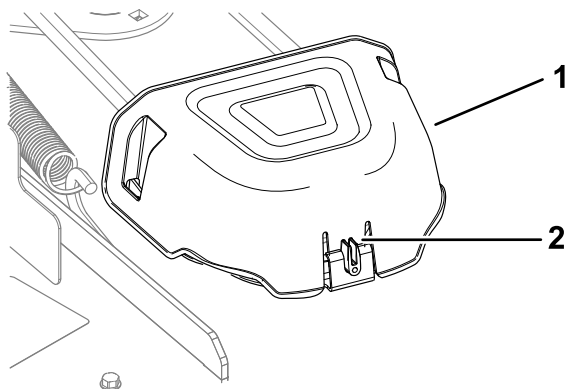

Figura 49
4. Presione la pestaña de la cubierta para retirar las cubiertas de las poleas (Figura 49).